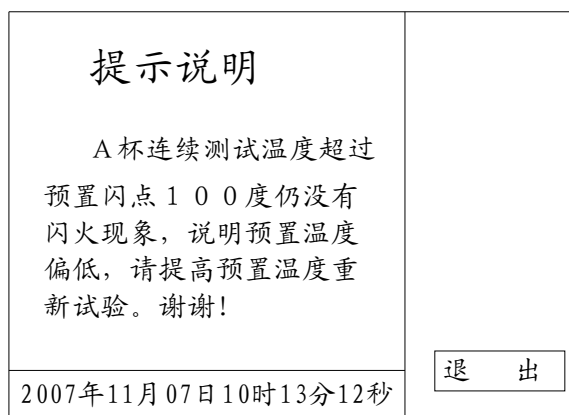

图 14
- 2、当连续开盖超过预置温度加滞后温度值时，仍没有闪火现象，计算机自动判别终止试验，试验臂自动上升，数据不被存储重新试验，见图 14。